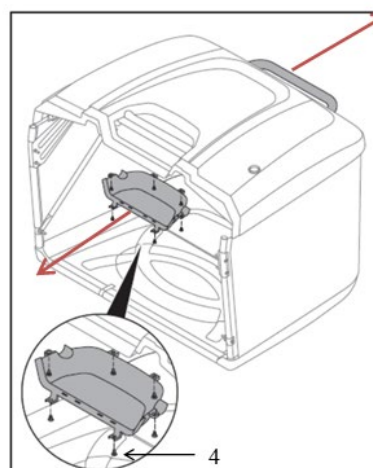
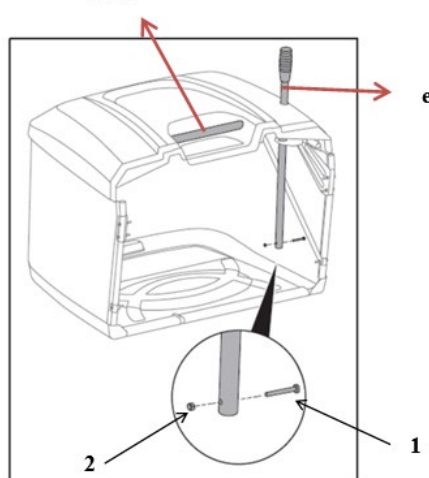

Fig.7M
Fig.7N
4. Installare la piastra di copertura della maniglia (d) sul gruppo di copertura superiore dal basso verso l'alto e fissarla con sei viti autofilettanti (4, ST5\*12). (Fig.7M)
5. Inserire la leva di scarico dell'erba (e) e fissarla con piccole viti a testa piatta con intaglio a croce (1, M5\*32) e un dado esagonale di bloccaggio (2, M5) nella parte posteriore. Finora l'assemblaggio è completato. (Fig.7N)
1. Afferrare con la mano sinistra la maniglia anteriore (Fig.7N) sul coperchio superiore e con la mano destra la maniglia posteriore (Fig.7M) situata sul telaio rotante da posizionare.